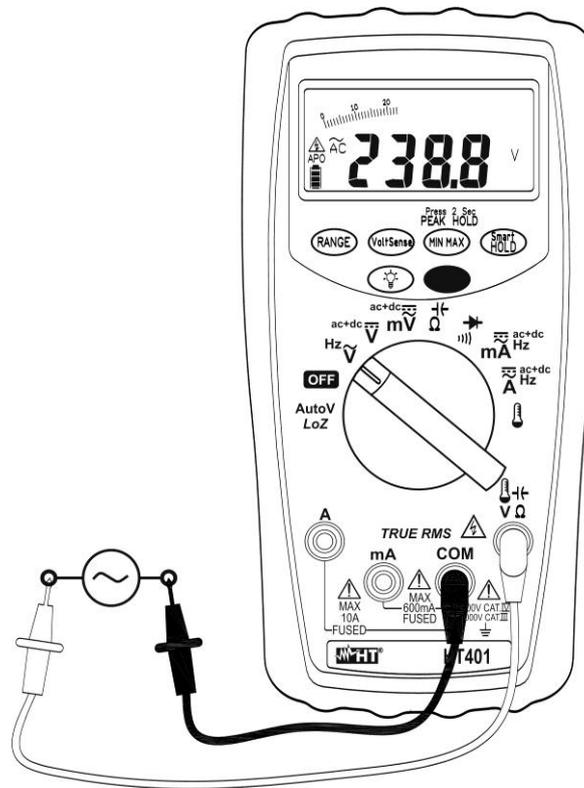

Fig. 3: Uso do instrumento para medir Tensões CA
4. Inserir o cabo vermelho no terminal de entrada $\tilde{V}\Omega$ e o cabo preto no terminal de entrada **COM** (ver a Fig. 3).